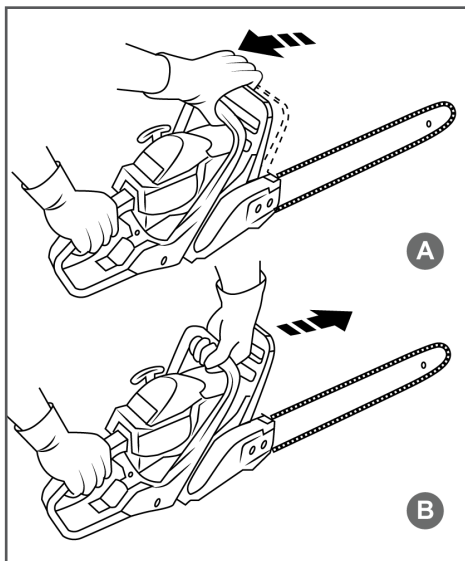

Рис. 7 Проверка механического тормоза цепи
Тормоз цепи выключен (цепь может вращаться), когда ручка тормоза взведена (Рис. 7А).
Тормоз цепи включен (цепь не имеет возможности вращаться), когда ручка тормоза находится в отжатом положении (Рис. 7В).
3. Используя тормоз цепи, переместить левое запястье от себя и нажать им на ручку тормоза, не отпуская рукой переднюю рукоятку пилы (Рис. 7В).
6. Введите ручку тормоза (Рис. 7А).
4. Убедитесь, что тормоз цепи включен (цепь заторможена), как показано на Рис. 7В.
После запуска двигателя медленно выключите тормоз пильной цепи. Для этого потяните ручку тормоза на себя до щелчка (Рис. 7А).